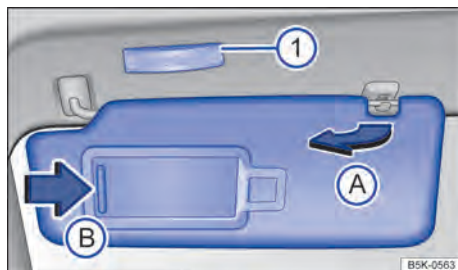

Fig. 83 Para-sol.
- Retirar o para-sol cuidadosamente do suporte segurando a base de fixação e virar na direção das portas → Fig. 83 **A**.
No para-sol rebatido para baixo encontra-se um espelho de cortesia atrás de uma cobertura. Ao abrir a cobertura → Fig. 83 **B** uma lanterna se acende **1**.